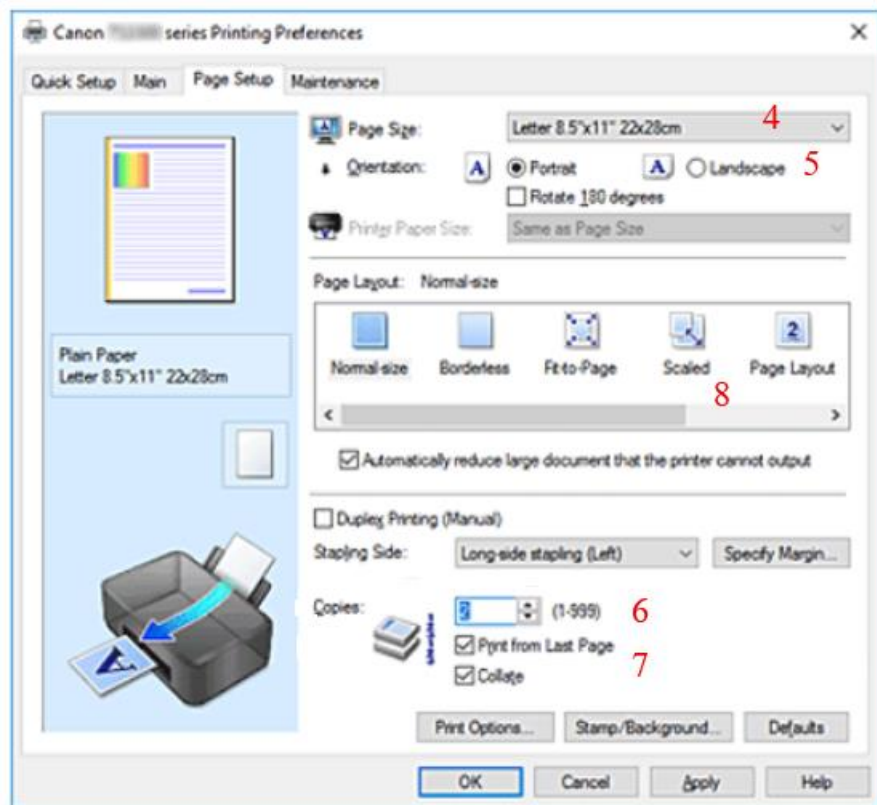

Рисунок 2.10 – Етапи зміни параметрів друку
3. Відкрити вікно налаштування драйвера принтера (див рис. 2.10).